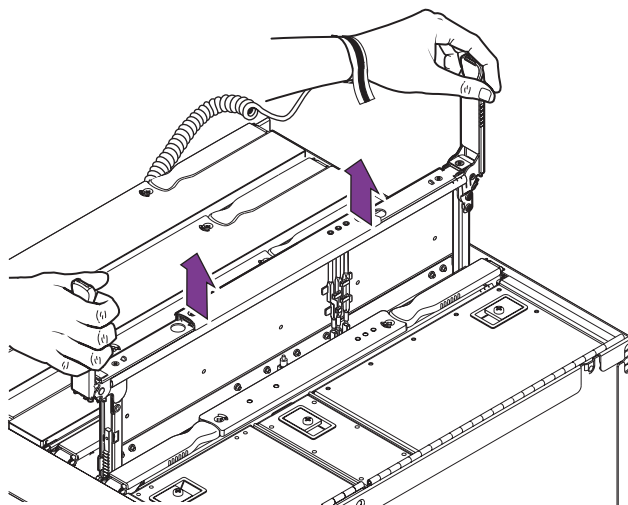

図 9-3 L2 リピータボードの持ち上げ
11. 取り外しレバーを持って上方方向に引き、緑色のパネルが見えるまで L2 リピータボードを持ち上げます (図 9-3)。
12. 緑色のパネルを持って、L2 リピータボードをシステムから持ち上げます (図 9-3)。
- 取り外しレバーの持ち方を変えて、所定の位置に固定されるまでレバーを押し下げます (図 9-3)。